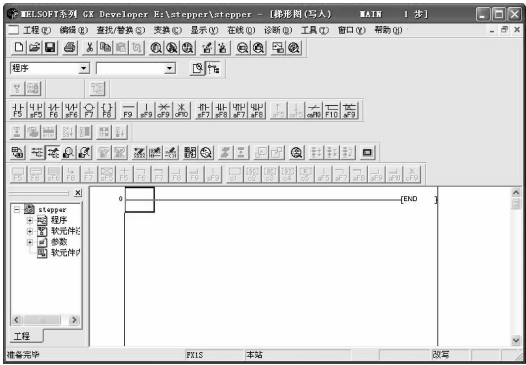

图 1-4-3 梯形图编辑界面
3. 单击“确定”后，进入梯形图编辑界面，如图 1-4-3 所示。